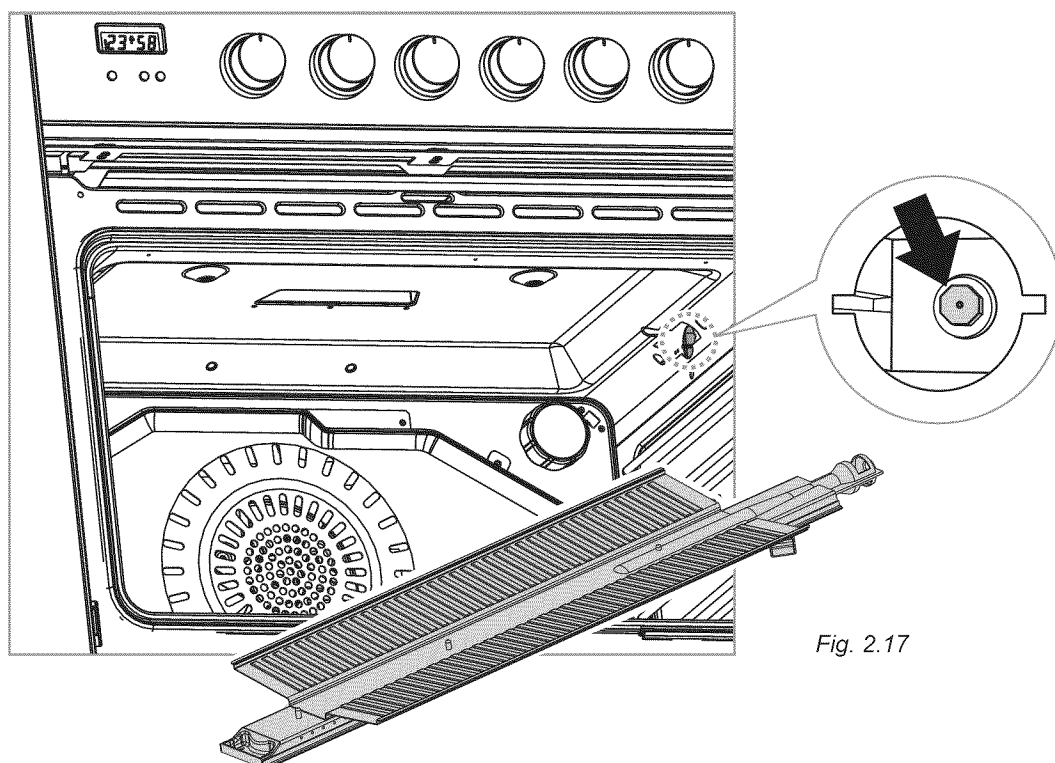

Fig. 2.17
- Enlever le brûleur comme le montre la figure 2.17.
- Avec une clé tube de 7 remplacer l'injecteur (indiqué par la flèche - fig. 2.17) conformément au "Tableau des injecteurs".